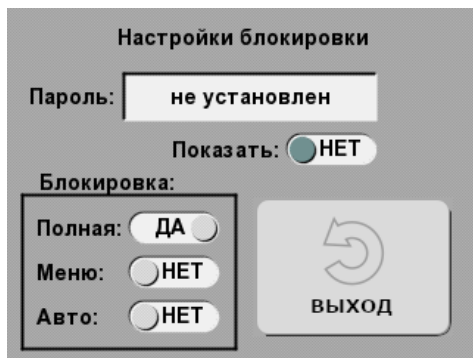

Рис. 15. Окно настроек блокировки
- 2) перейдите в меню настроек блокировки (МЕНЮ→НАСТРОЙКИ→; Рис. 15);